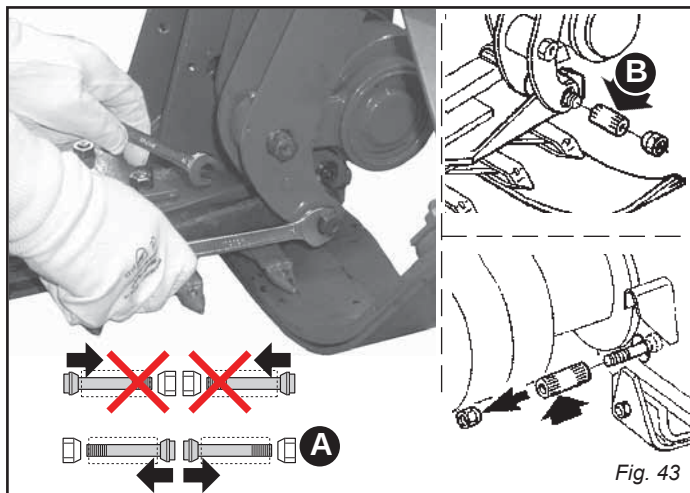
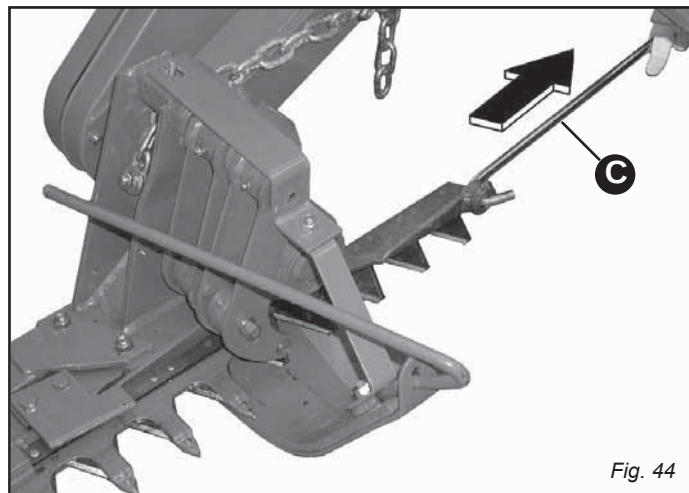

Fig. 43
Fig. 44
- Выньте распорный штифт (В, Рис. 43) и вытащите планку-держатель секций (Рис. 44), зацепив её крюком (С, Рис. 44).
- Выньте распорный штифт (В, Рис. 43) и вытащите планку-держатель секций (Рис. 44).
- Вынуть распорный штифт (В, Рис. 43) и снять планку-держатель зубцов (Рис. 44).
- Вынуть распорный штифт (В, рис. 43) и снять планку-держатель зубцов (рис. 44).